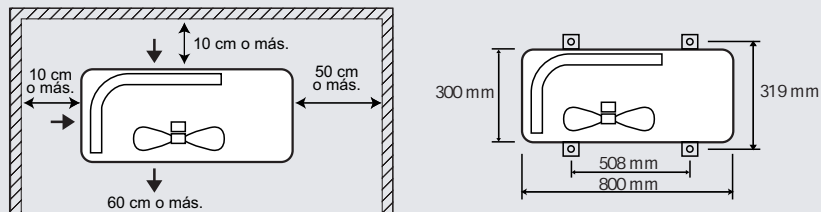

Figura 2
- Deje el espacio sugerido en la Figura 2 para una buena corriente de aire.